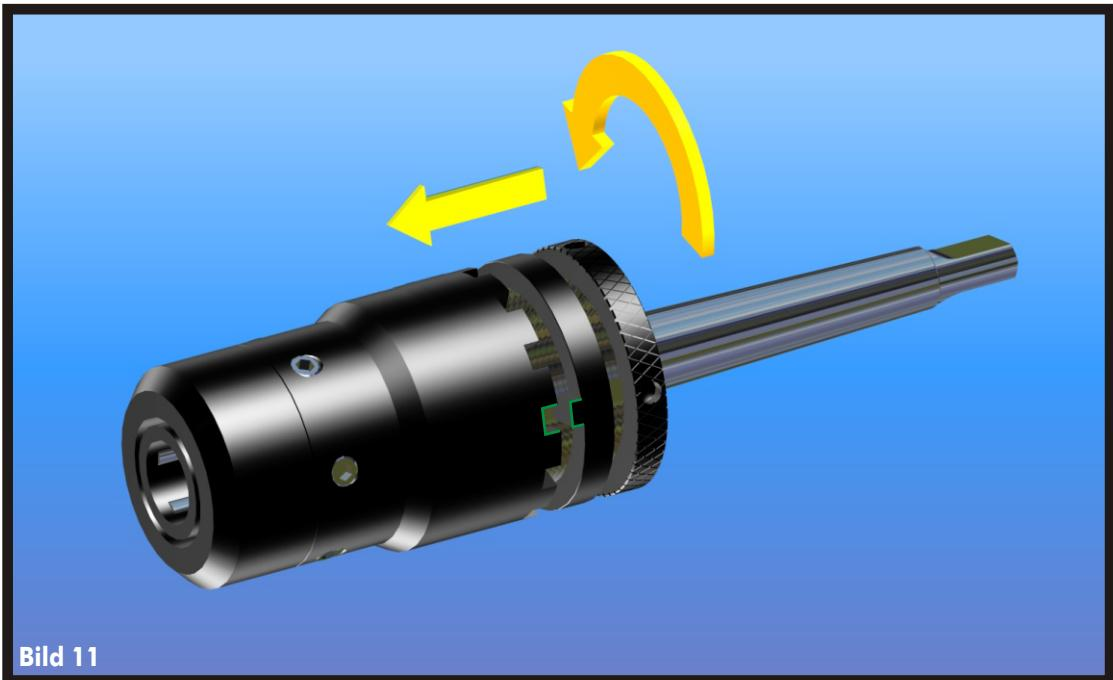

Bild 11
- > **Schieben Sie den Rastring in die entsprechende Raste und sichern ihn durch anziehen der Rastmutter (Bild 11).**